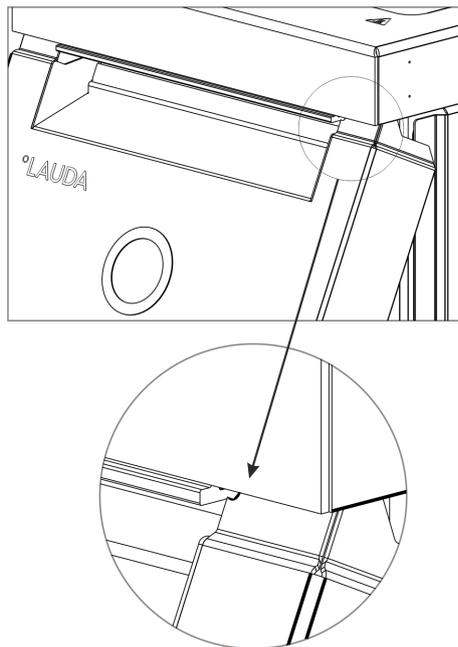

Fig. 72: Rayons sur le panneau frontal
2. Pousser le panneau frontal juste assez vers le haut de sorte à ce que les rayons se voient encore Fig. 72.